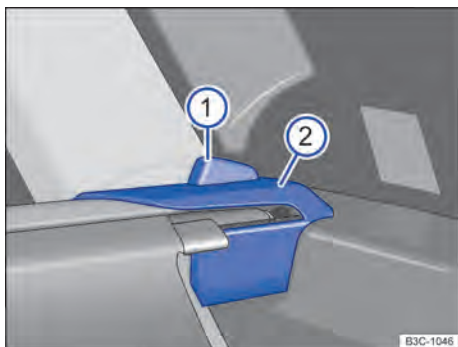

Fig. 114 No compartimento de bagagem: desinstalar cobertura do compartimento de bagagem.
- Pressionar o botão de destravamento $\Rightarrow$ Fig. 114  para baixo.